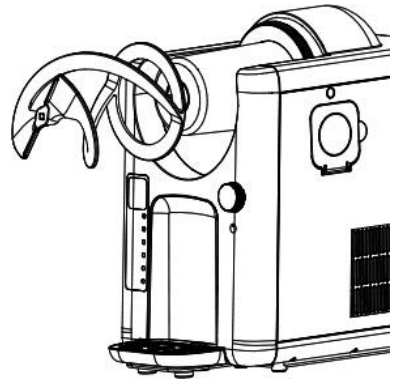

Fig. 2
8. Plaats de mixer op de vierkante aandrijfpunten zoals weergegeven in Afbeelding 2 en schuif deze volledig op de koelcilinder.